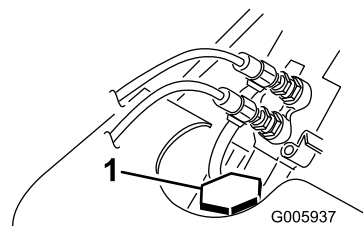

Figure 38
3. Enlevez le bouchon du radiateur et vérifiez le niveau de liquide de refroidissement (Figure 38).